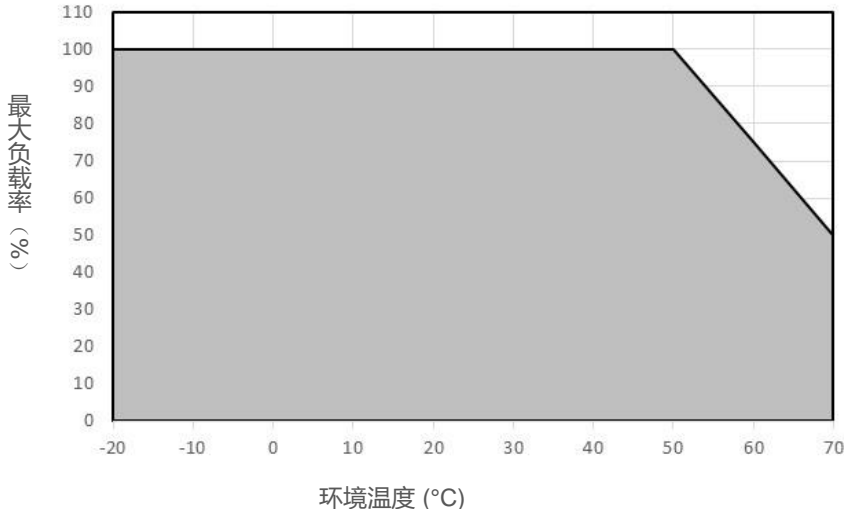
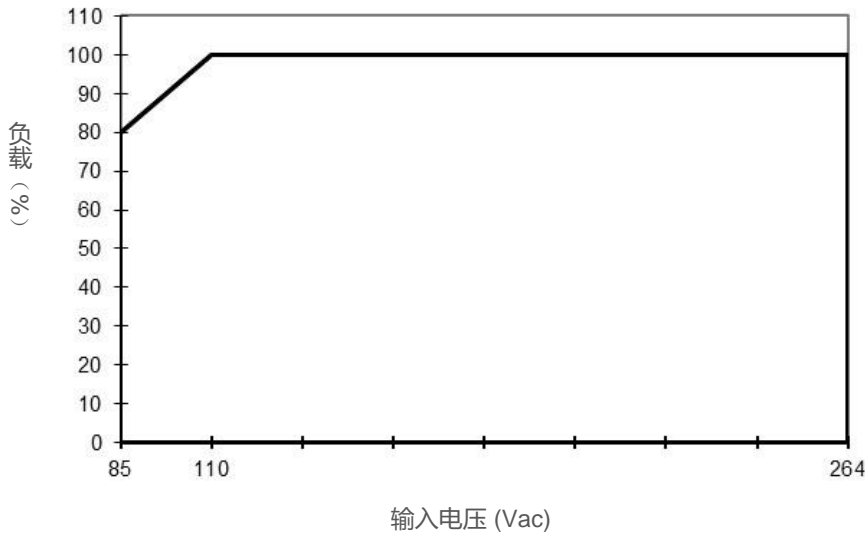

图 1 水平安装降额
图 2 AC 输入电压功率降额
1. 电源如果持续在额定功率曲线以外区间使用，可能导致零部件降级或损坏，具体参照图 1、图 2 所示。